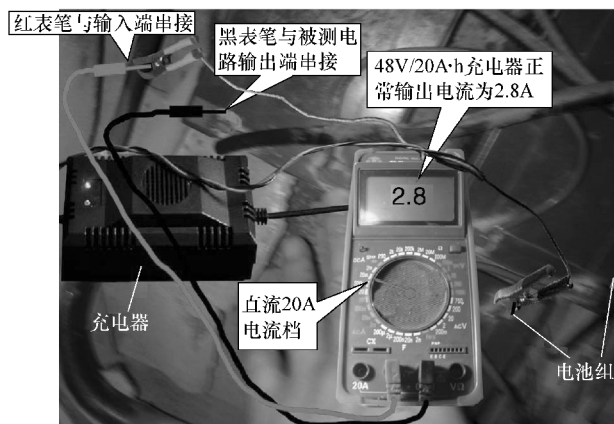

图9-3 检测充电器输出电流
5) 用万用表直流20A电流档检测充电器输出电流是否正常,如图9-3所示。正常情况下,36V/10A·h充电器正常输出电流为1.8A,48V/20A·h充电器正常输出电流为2.8A。